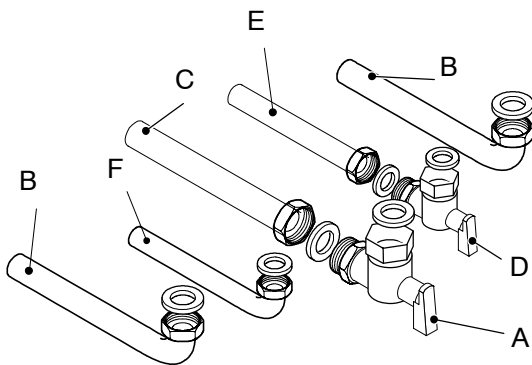

Fig. 5-3
- 4 Fix the gas cock A (3/4") to the boiler using the 3/4" gasket (Fig. 5-3)
- 4 Присоедините газовый кран А (3/4" ) к котлу, используя прокладку на 3/4" (рис. 5.3)